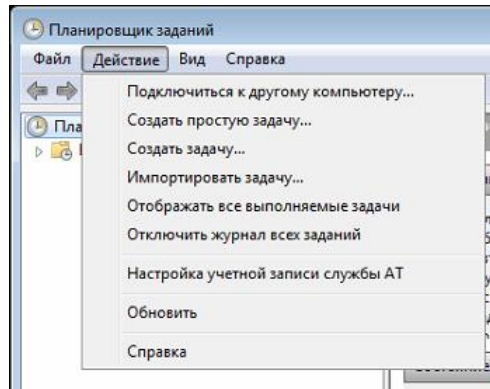

Рис. 7.19. Добавление задания
- В открывшемся окне *Планировщик заданий* в меню *Действие* выберите *Создать простую задачу* (Рис. 7.19).